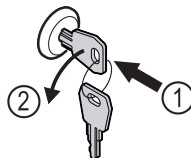

Fig. 182
- ▶ Zatlačte kľúč. Fig. 182 (1)
- ▶ Otočte kľúč o 90° v protismere hodinových ručičiek. Fig. 182 (2)